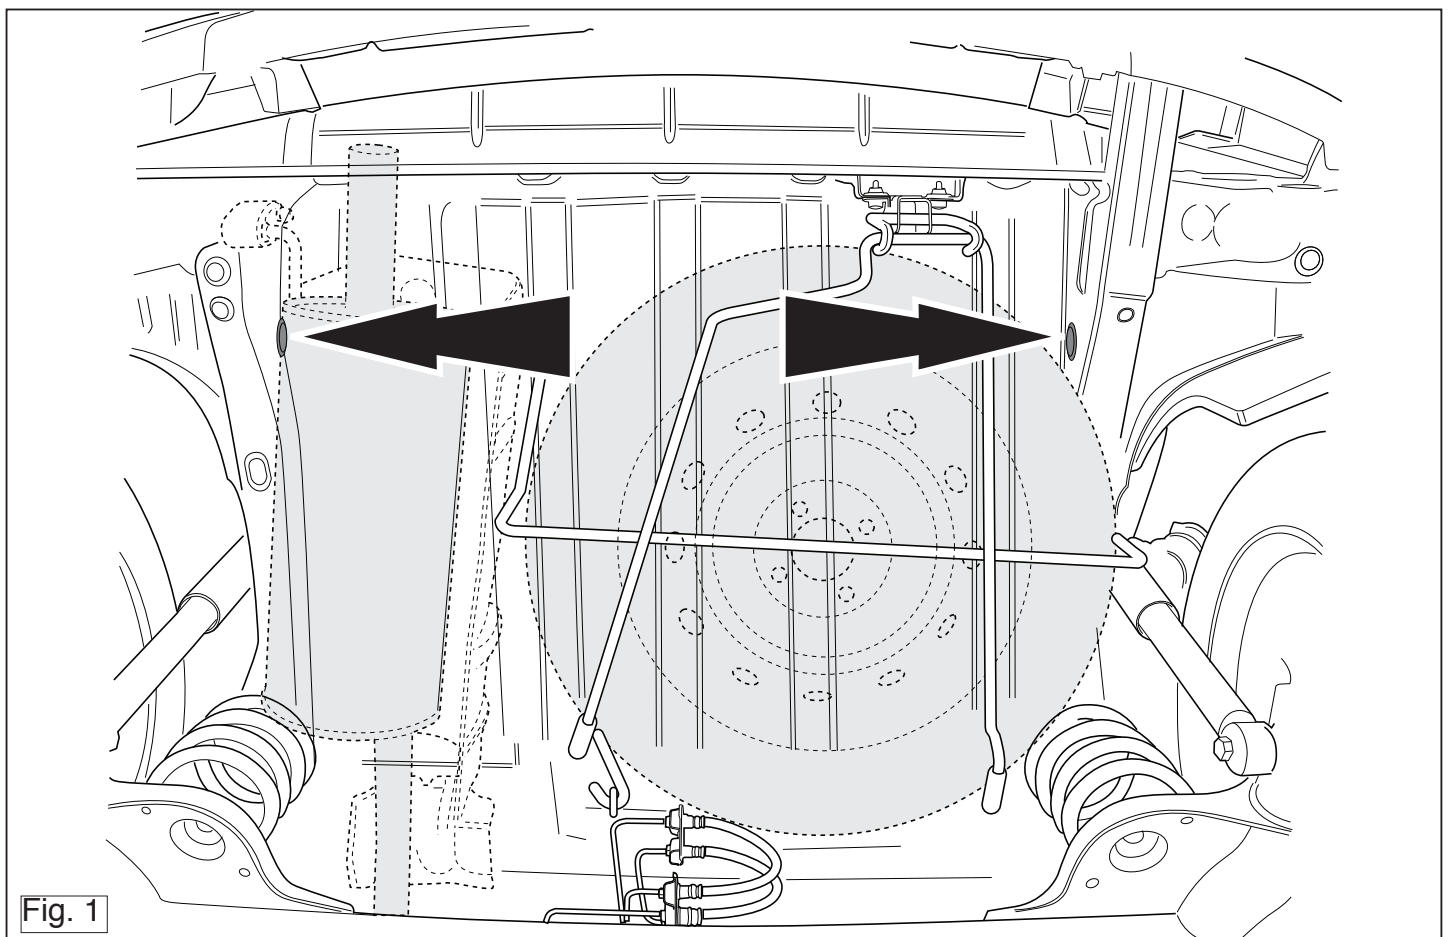

Fig. 1
4. Verwijder t.p.v. de aangegeven punten de rubberen doppen (zie fig. 1).
4. Remove the rubber caps at the points indicated (see fig. 1).
4. Bei den angegebenen Punkten die Gummikappen entfernen (siehe Abb. 1).